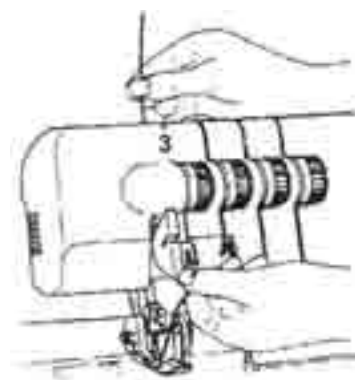

Fig. 31
3. Hold tråden fast med fingrene, og før den ind mellem skiverne i trådspændingsvælgeren ❶❷, og træk den så ned (3) (fig. 31).
❶ **Bemærk:**